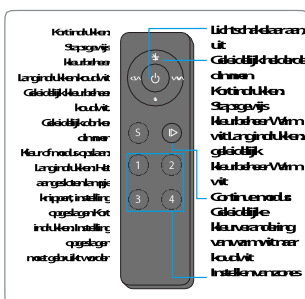

Afb. 3 Eenvoudige montage van de ontvanger
Abb. 3 **Einfache Montage des Receivers** Der Receiver lässt sich ohne zusätzliches Werkzeug einfach montieren: Fettfilter an der **Unterseite** der Haube abnehmen, Stick (1) im Inneren der Haube entfernen und den Receiver (4) einstecken.
Fig. 3 Simple mounting of the Receiver The receiver is installed easily without extra tools. Remove grease filter from bottom side, remove Stick (1) from the inside of the hood and insert the receiver (4).
Fig. 3 Montage facile du récepteur, il est possible d'installer facilement le récepteur sans outil supplémentaire : Enlevez le filtre à graisse en dessous de la hotte, enlevez le stick (1) à l'intérieur de la hotte et insérez le récepteur (4).
Fig. 3 Montaje sencillo del receptor. El receptor se instala fácilmente sin necesidad de herramientas adicionales. Retire el filtro de grasa del lado inferior, retire la palanca (1) del interior de la campana e introduzca el receptor (4).
Fig. 3 Montaggio semplificato del ricevitore. Il ricevitore può essere facilmente installato senza attrezzature aggiuntive: Rimuovere il filtro del grasso sul lato inferiore della cappa, rimuovere il bastone (1) all'interno della cappa e inserire il ricevitore (4).
Fig. 3 Enkel montering av mottagaren. Mottagaren installeras lätt utan behov av extra verktyg. Avlägsna fettfiltret från undersidan, ta bort stiftet (1) från spiskåpens insida och för in mottagaren (4).